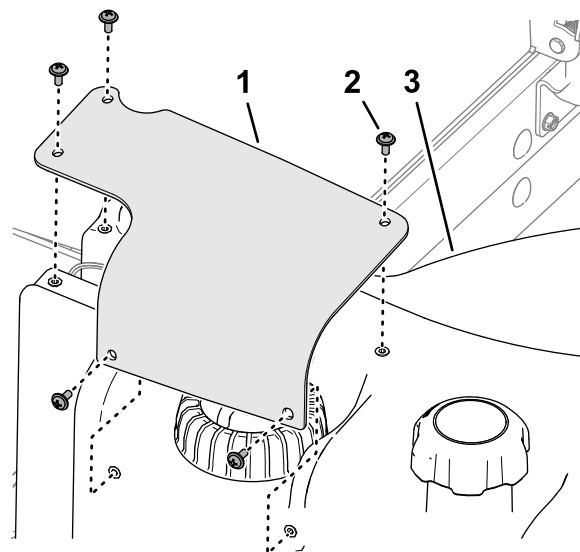

Рисунок 96
- 7. Совместите отверстия в кожухе датчика уровня топлива с отверстиями в топливном баке и прикрепите кожух к баку с помощью 5 винтов с крестообразным шлицем (Рисунок 96).